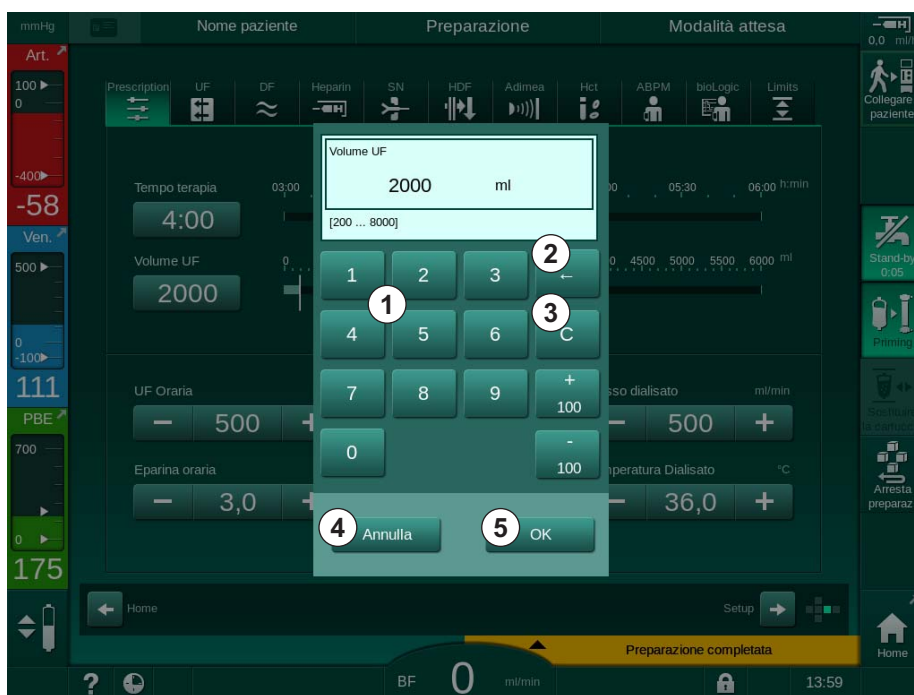

Fig. 3-19 Modifica dei parametri
2. Toccare l'icona per modificare il gruppo di parametri (esempio in Fig. 3-19: dati prescrizione).
3. Toccare il valore da modificare (esempio in Fig. 3-19: volume UF 2000 ml).
Gli intervalli consentiti sono preimpostati e visualizzati sull'icona (in Fig. 3-19: -100 ml).
Gli intervalli consentiti sono preimpostati e visualizzati sull'icona (in Fig. 3-19: +100 ml).
L'intervallo di impostazione consentito è specificato tra parentesi quadre al di sotto del valore numerico (in Fig. 3-19: [100 ... 10000]).